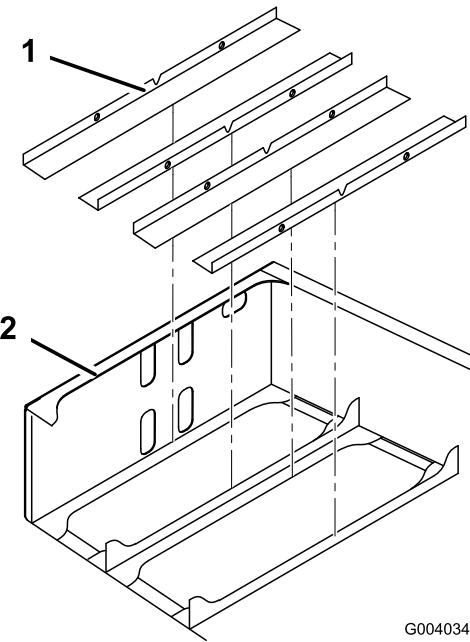

図 4
2. 図 4 に示すように後フレーム・アセンブリにバッテリー・トレー・パッドを敷く。